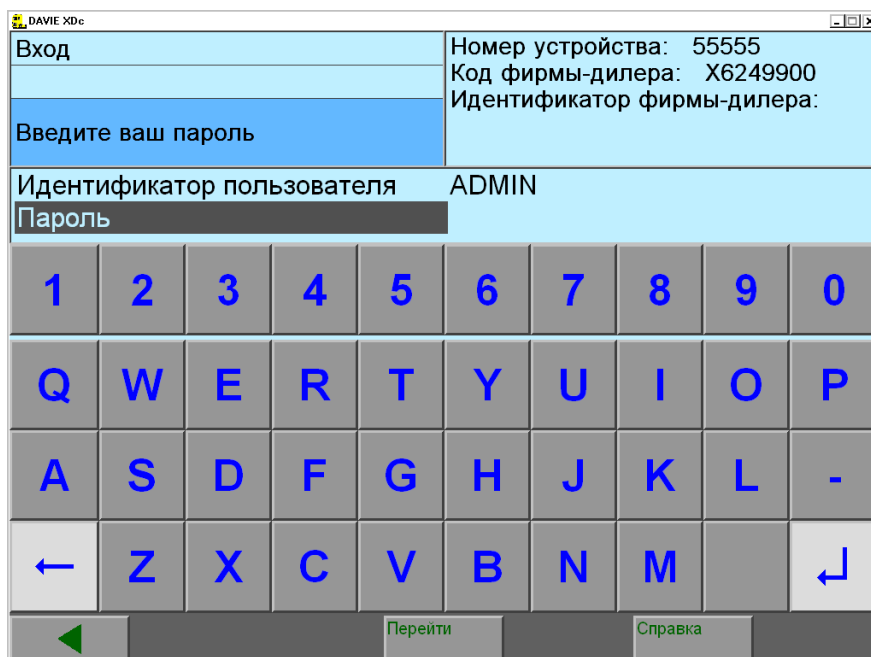

Рис. 4-3 Экран "Вход": ввод пароля
2. Отобразится экран в Рис. 4-3. В поле "Идентификатор пользователя" введите "ADMIN" и нажмите на клавиатуре кнопку "Ввод".